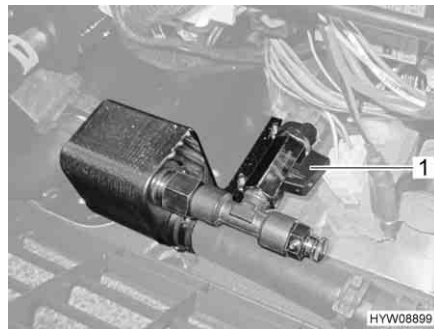

Fig. 115 Scambiatore di calore (Alde)
**Accensione:** ■ Posizionare la maniglia (Fig. 115,1) del rubinetto di chiusura parallelamente alla tubazione.
**Spegnimento:** ■ Posizionare la maniglia (Fig. 115,1) del rubinetto di chiusura verticalmente rispetto alla tubazione.